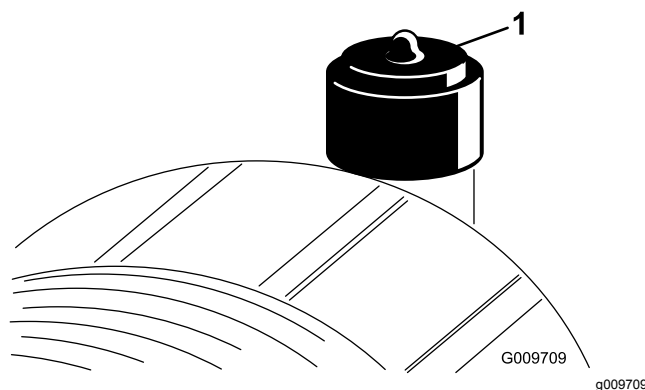

Figura 73
Revise el filtro del limpiador de aire únicamente cuando el indicador de mantenimiento (Figura 73) lo requiera. El cambiar el filtro antes de que sea necesario sólo aumenta la posibilidad de que entre suciedad en el motor al retirar el filtro.
2. Reinicie el indicador (Figura 73) si se ve rojo.